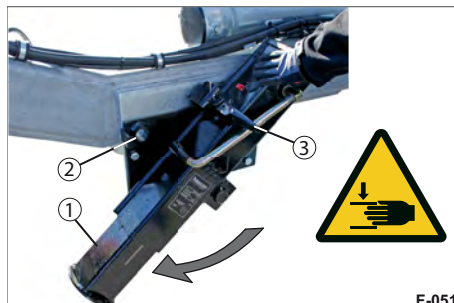

Abb. 76 Schwenkstütze drehen
- ▶ Drehen Sie die Schwenkstütze (Abb. 76/1) in die senkrechte Stützposition.
- ▶ Schwenken Sie den Sicherungshebel (Abb. 76/3) nach unten. Der Bolzen fährt in die Arretier-Bohrung (Abb. 76/2) ein. Die Schwenkstütze ist gesichert.